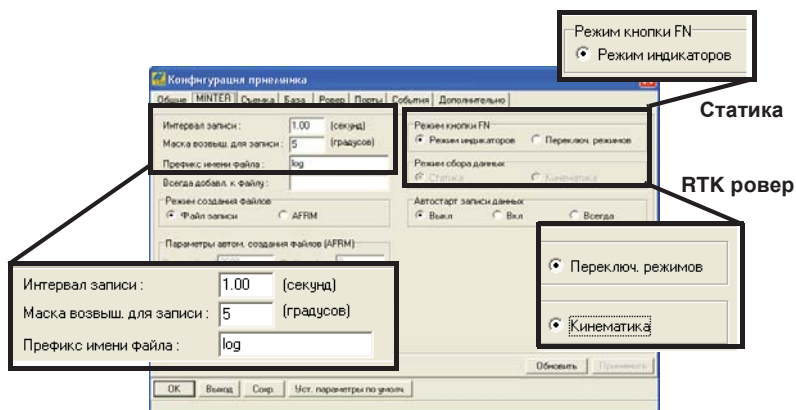

Рис. 3-33. Настройка записи данных MINTER
7. Выберите вкладку *MINTER*, установите параметры, перечисленные в (Табл. 3-3), нажмите **Применить** (Рис. 3-33).